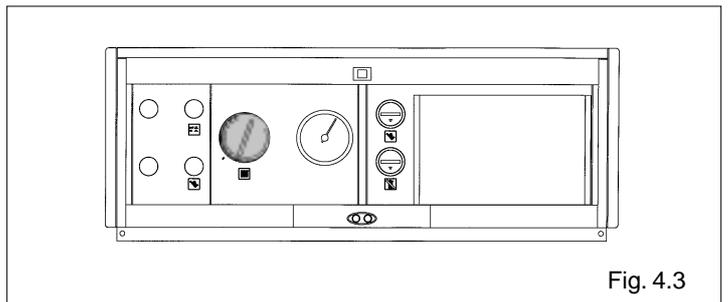

Fig. 4.3
- poner el termostato de la caldera a la temperatura deseada (esta operación no es necesaria si se encuentra presente el kit de termostato) (fig. 4.3);